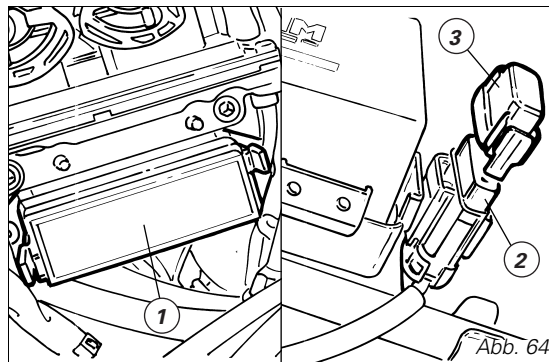

Abb. 64
Der Hauptsicherungskasten (Abb. 64) befindet sich auf der linken Seite der Batterie.
Die Sicherung mit 40A (2), die auf der rechten Seite der Batterie (Abb. 64) liegt, schützt den elektronischen Spannungsregler.